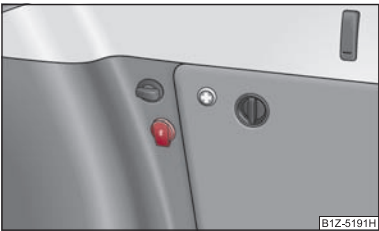

Abb. 87 Kofferraum: Steckdose
- Öffnen Sie die Steckdosenabdeckung ⇒ **Abb. 87**.